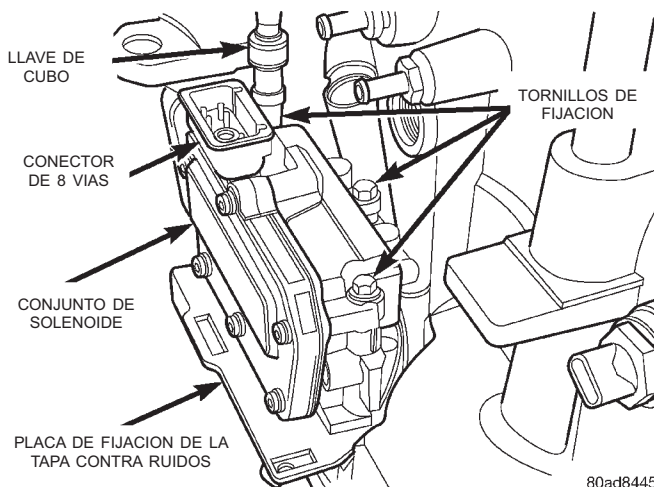

Fig. 78 Desmontaje del conjunto de solenoide
(1) Retire los sensores de velocidad de impulsión y transmisión.
(2) Retire el conjunto de solenoide del transeje (Fig. 78).